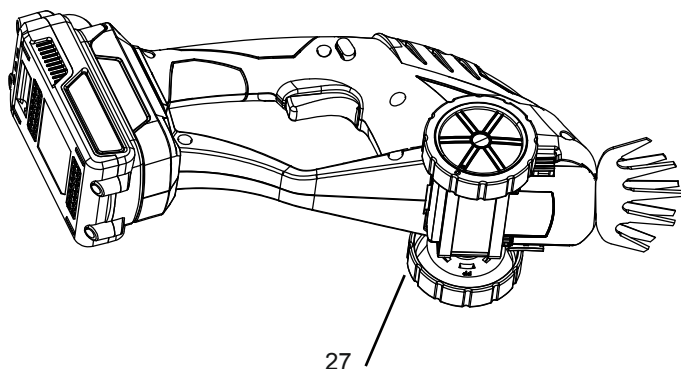

Рис. 4
Для установки колес (27), надвиньте колеса в пазы корпуса изделия вперед до щелчка (рис. 4).